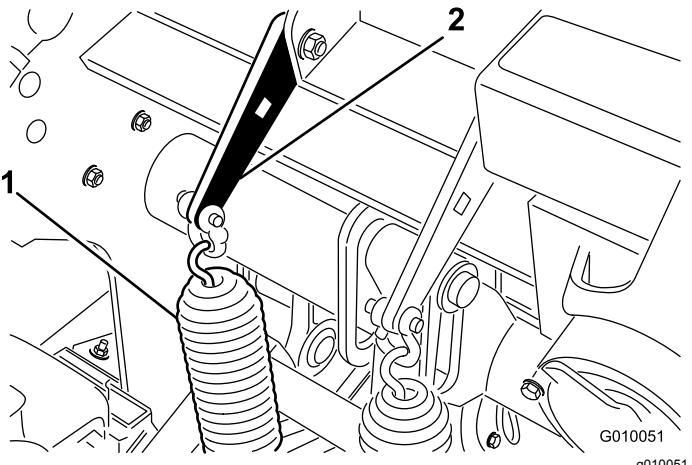

Figura 29
2. Afloje las tuercas de los pernos de cuello cuadrado que fijan los soportes de los muelles al cabezal de perforación (Figura 29). No las retire.